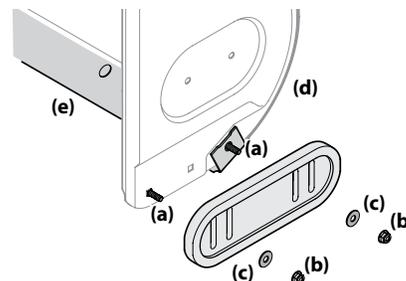

Figure 2-45
- À l'aide des deux boulons de carrosserie (a), des écrous (b) et des rondelles (si équipé) (c), fixez le patin au boîtier des tarières (d). Serrez manuellement les écrous. Voir Figure 2-45.